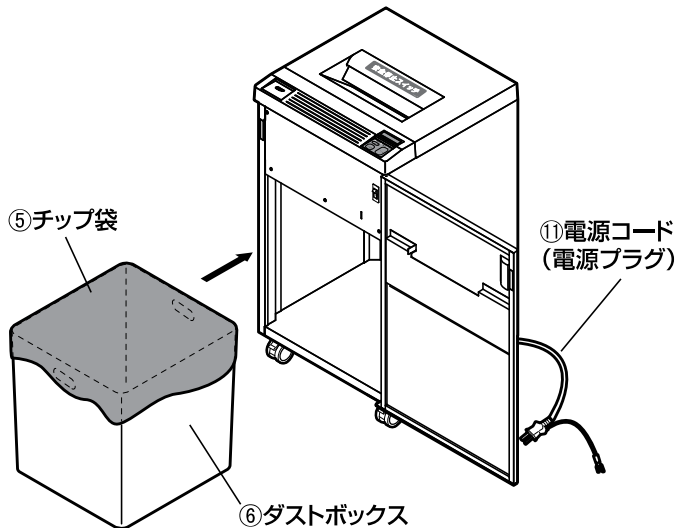

図6 ダストボックスのセット
- 逆転スイッチ⑱を押し続けて、カッターを逆転させているときに、表示されます。 P14 参照
- !! ●チップ袋⑤は、ダストボックス⑥の内側に密着するようにセットしてください。密着が不十分な場合、満杯検知の誤作動や細断片が飛散する原因になることがあります。 図6 参照